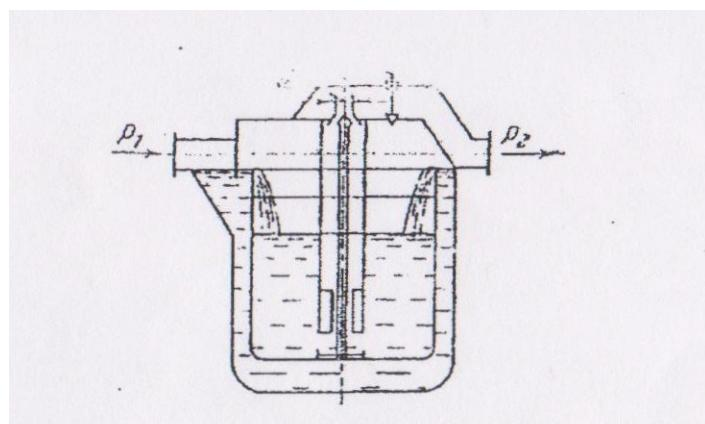

Рис. 4
**14. Конденсатоотводчик с поплавком, открытым сверху (рис. 4), работает на перепаде давлений  $19,68 * 10^4$  Па. Определить наполнение поплавка  $V_x$ , при котором клапан открывается, если известны: емкость поплавка  $V = 5\text{л}$ , диаметр отверстия выпускного клапана  $d = 5\text{мм}$  и масса поплавка  $m = 1,5\text{кг}$ . Плотность конденсата  $\rho_{kd} = 945 \text{ кг/м}^3$**